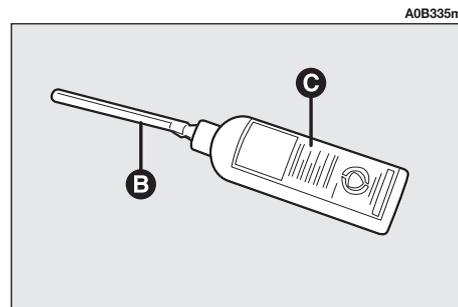

fig. 14
**2)** Avvitare il tubo flessibile di riempimento (**B-fig. 14**) alla bottiglia (**C**).